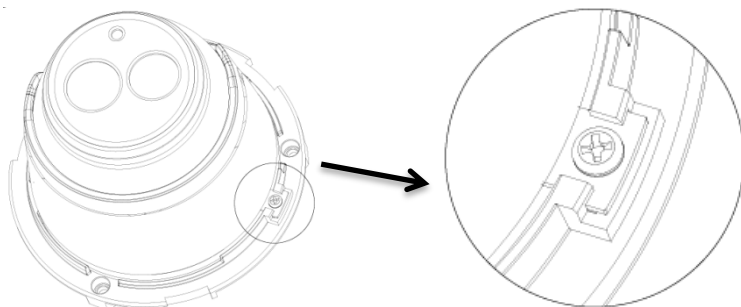

Рис. 3
8. На основании камеры ослабьте винт фиксации кронштейна, но не откручивайте до конца (рис.3).